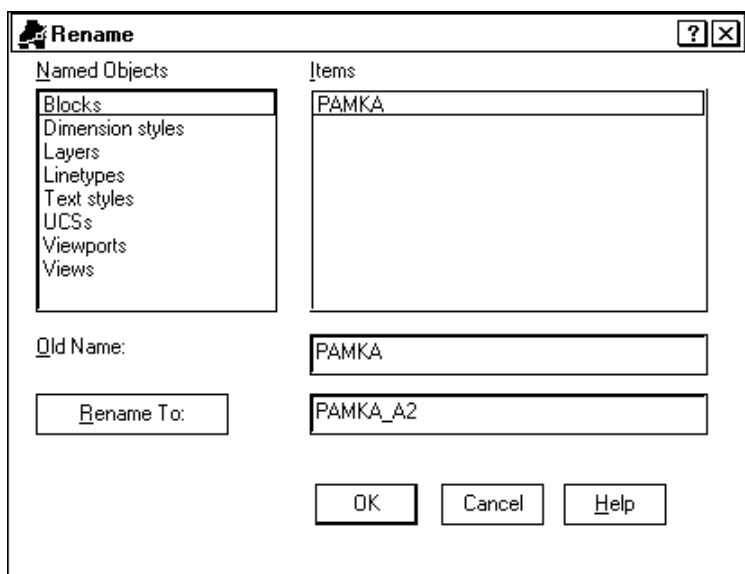

Рис. 14.12. Окно переименования объектов AutoCAD
1. Активизировать команду главного меню **Format | Rename**. Открывается диалоговое окно переименования — **Rename** (рис. 14.12).